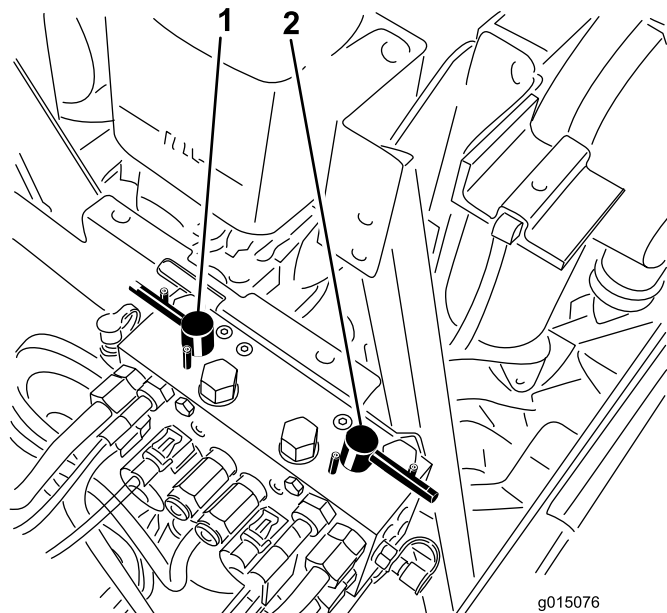

Figura 99
4. Seleccione la palanca de autoafilado correspondiente a los molinetes que desea autoafilar: delanteros, traseros o ambos (Figura 99).